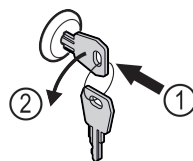

Fig. 201
- ▶ Vstavite ključ. Fig. 201 (1)
- ▶ Ključ obrnite v smeri proti urnim kazalcem za 90°. Fig. 201 (2)